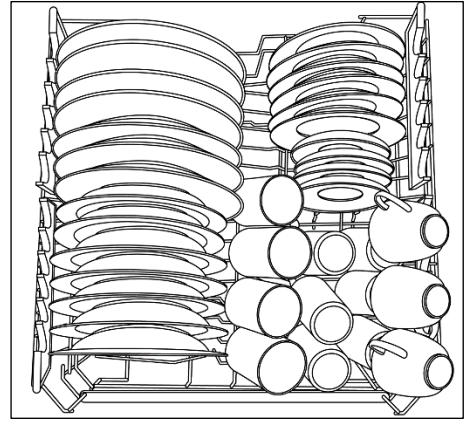

Abb. 1
2. Ziehen Sie den Korb dazu mit beiden Händen senkrecht nach oben heraus (Abb. 1).
1. Ziehen Sie den Korb mit beiden Händen vorsichtig senkrecht nach oben heraus (Abb. 1);
Eine Standardbeladung für tägliches Spülen ist in den Abb. 1.
- Der Filtersatz lässt sich durch Drehen gegen den Uhrzeigersinn leicht herausziehen (Abb. 1).